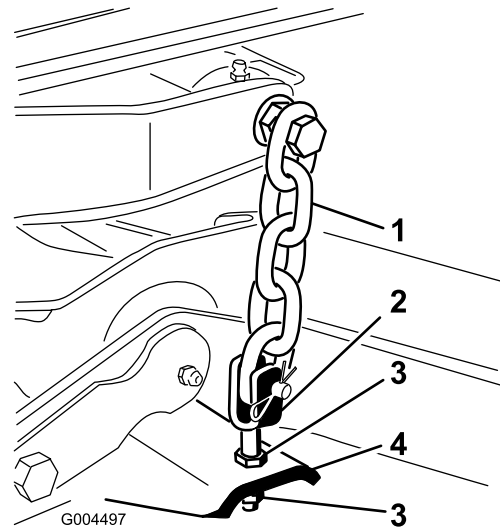

Figura 79
7. Ajuste las contratuercas que fijan las horquillas/cadenas de la parte trasera de la carcasa para elevar la parte trasera, hasta que la inclinación de las cuchillas sea de 8 mm (Figura 79).